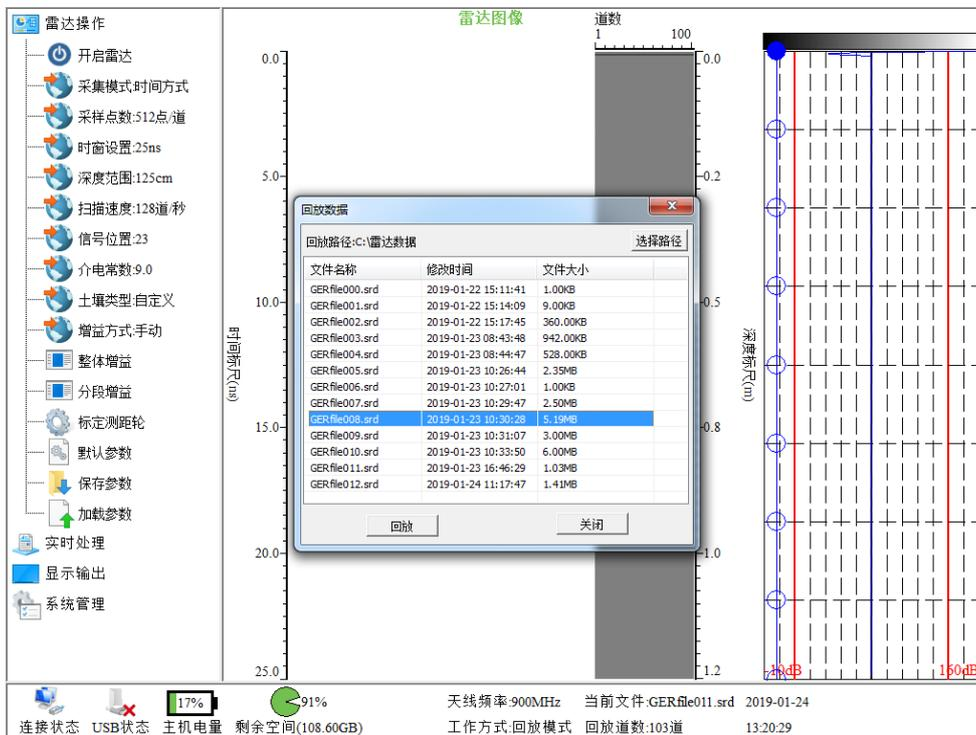

图 30 数据回放功能中的文件浏览窗口
- (1) 首先停止雷达再按回放键，参照 1.2 面板键盘章节，弹出数据浏览界面如图 30，使用上、下键选择所需要回放的数据，按确认键进行播放。
- (2) 数据回放时，二维数据显示窗口切换至全屏状态，二维数据从右向左滚动，面板的上、下键用于增加和减低播放速度，左、右键调节二维数据的滚动方向，左键为向左滚动，右键为向右滚动。
- (3) 按暂停键则二维数据暂停播放，再按一下暂停键则二维数据继续播放，数据播放结束后按一下回放键则退出播放界面。